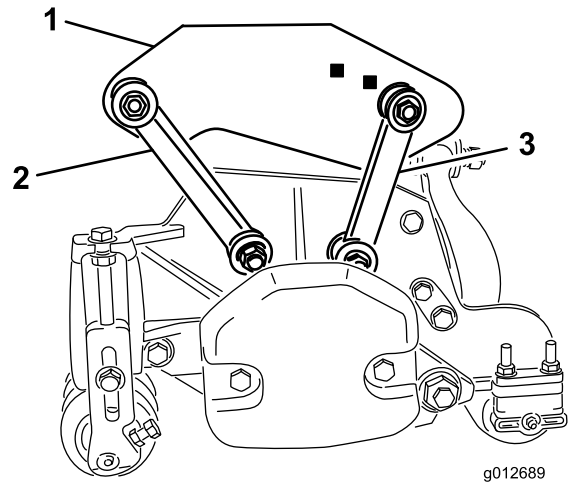

Figura 19
uma porca de bloqueio, como se mostra na Figura 19. Posicione uma anilha em cada lado da ligação quando estiver a montar. Aperte os fixadores com uma força de 42 N m.
- Fixe as ligações de montagem traseiras à estrutura de suporte traseira com um parafuso ( $\frac{3}{8}$  pol. x  $2\frac{1}{4}$ " ), 2 anilhas de cabeça chata e uma porca de bloqueio, como se mostra na Figura 19. Posicione uma anilha em cada lado da ligação quando estiver a montar. Aperte os fixadores com uma força de 42 N m.